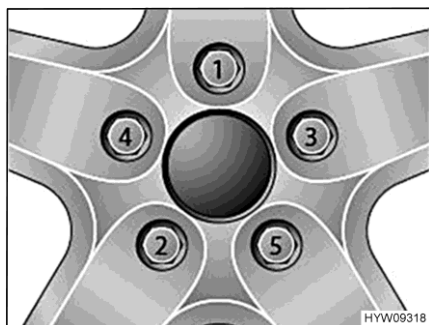

Fig. 47 Serrer en croix les écrous ou les boulons de roue
- Serrer les écrous ou les boulons de roue dans l'ordre indiqué à la Fig. 47. Utiliser pour ce faire une clé dynamométrique et respecter le couple de serrage prescrit (voir paragraphe 14.5).
- Vérifier régulièrement le serrage des écrous ou des boulons de roues. Resserrer tous les écrous ou les boulons de roue 50 km après le changement d'une roue. Respecter l'ordre indiqué à la Fig. 47.
- Si des jantes neuves ou repeintes sont utilisées, alors resserrer les écrous ou les boulons de roue une fois de plus après env. 1 000 à 5000 km. Respecter l'ordre indiqué à la Fig. 47.